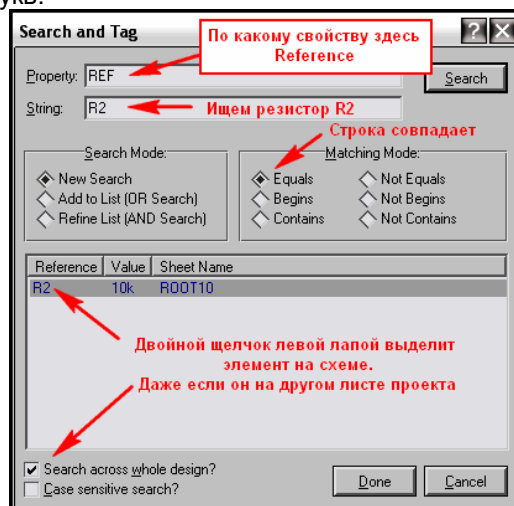

Рис. 9
**Toggle Wire Autorouter (W)** – включить/выключить автоизменение трассы провода (*два зеленых прямоугольника с красной и зеленой трассами*).
**Search Tag Components (New) (T)** – поиск и выделение компонента (*бинокль*). Почему **New** – непонятно, он во всех семерках **New**. Давайте рассмотрим сейчас его действие. При щелчке вызывает указанное окно (Рисунок 9). В принципе все должно быть понятно из красных комментариев на рисунке. Добавлю только, что в рамке **Search Mode** (Режим поиска) можно выбрать, например **Add to List** (добавить к списку внизу) и меняя **String** щелчками кнопки **Search** набрать конкретный список для выделения (Пример: R2, C3, U10). Затем щелкаем **Done** и все эти элементы подсвечиваются красным. В правой рамке **Matching Mode** выбирается условие поиска: **Equals** – совпадает, **Begins** – начинается, **Contains** – содержит. Флажок **Case sensitive** – чувствительность к регистру букв.